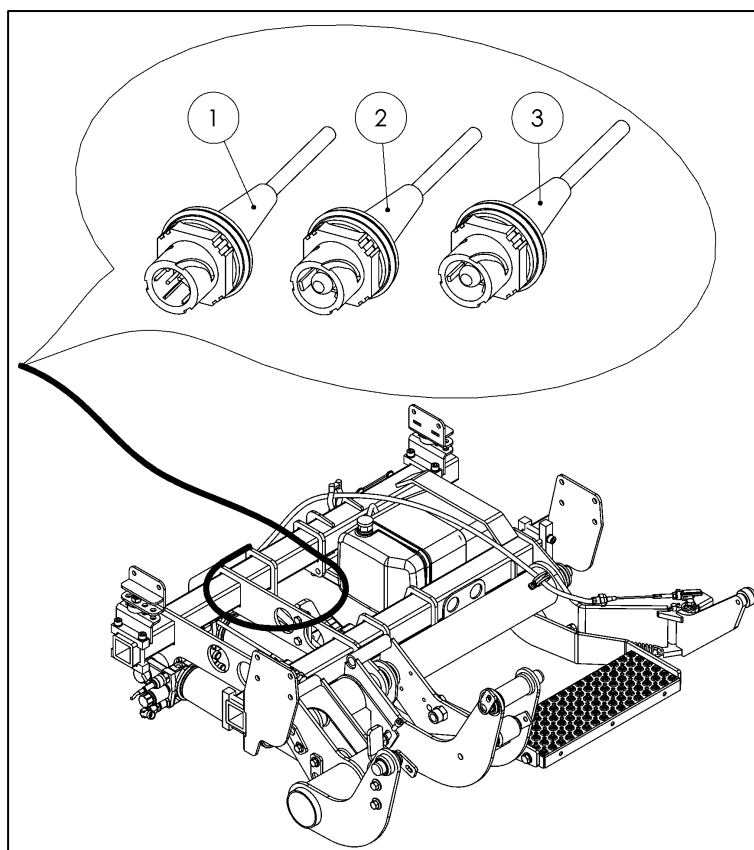

Abbildung 20
- Zuleitungskabel und Kabel für Einschaltsatz in die Richtung der dafür vorgesehenen Anschlussdosen legen (Abbildung 20).